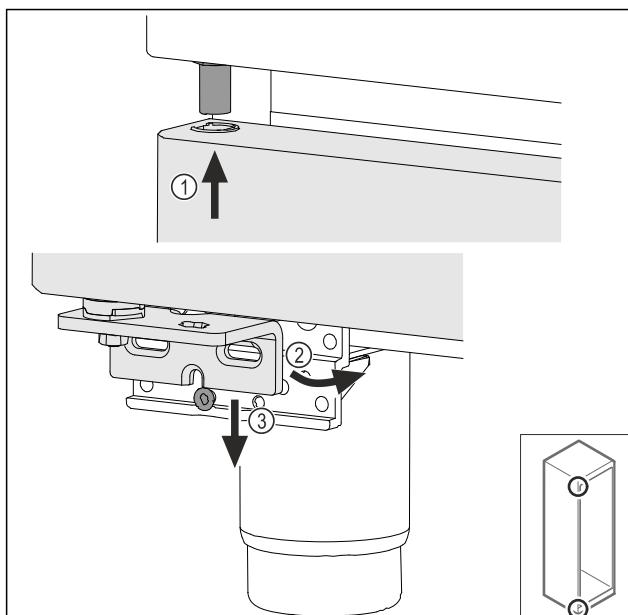

Fig. 49
- Установите дверь под небольшим уклоном сверху Fig. 49 (1), выровняйте ее прямо Fig. 49 (2) и смонтируйте снизу на винт опорного кронштейна Fig. 49 (3).